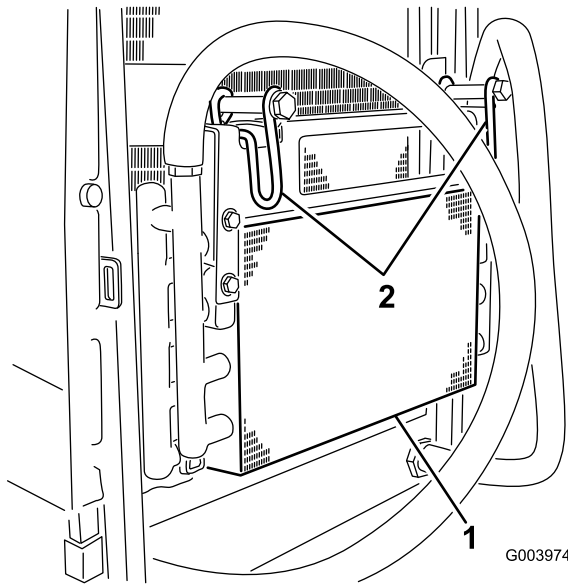

Figure 57
6. Pivotez le verrou vers l'intérieur pour dégager le refroidisseur d'huile (Figure 57).